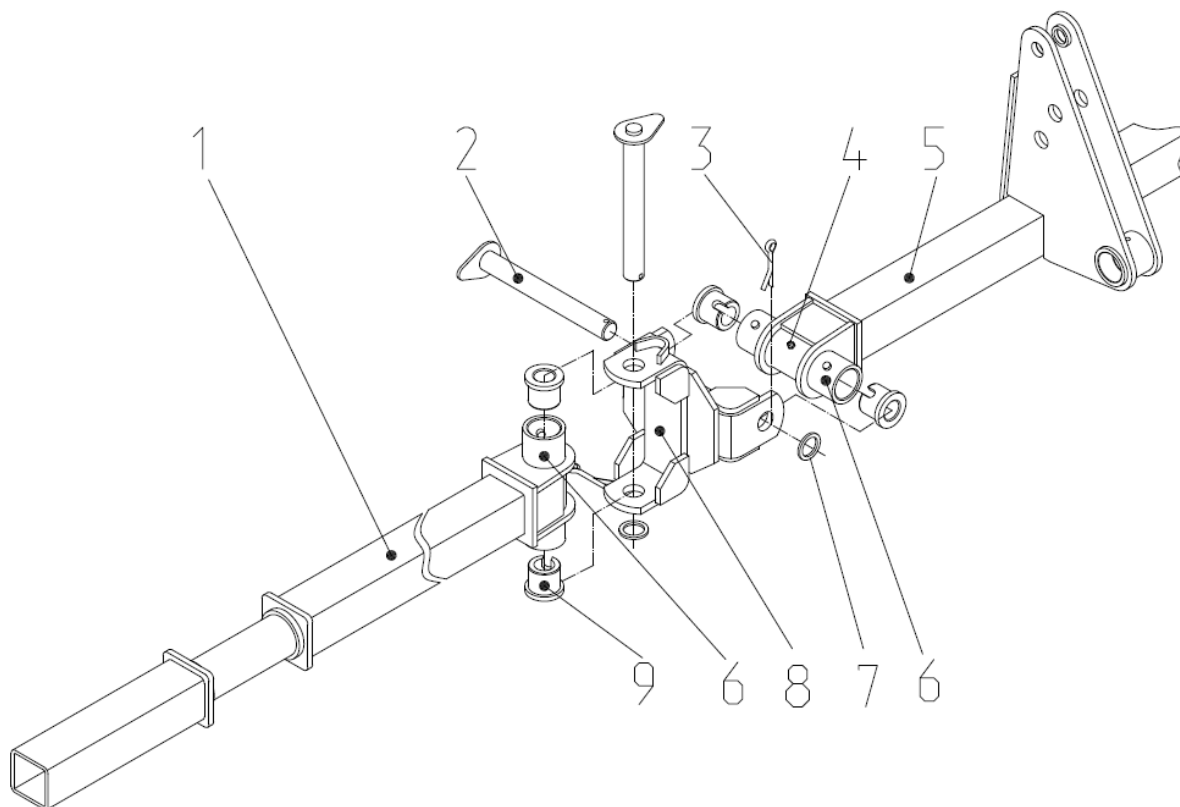

Рис.6 Шарнирное соединение балок
2.1.3 Шарнир (рис.6) служит соединительным звеном между центральной балкой и боковыми балками и позволяет сцепке копировать рельеф почвы. Наличие шарниров позволяет переводить борону в транспортное положение.